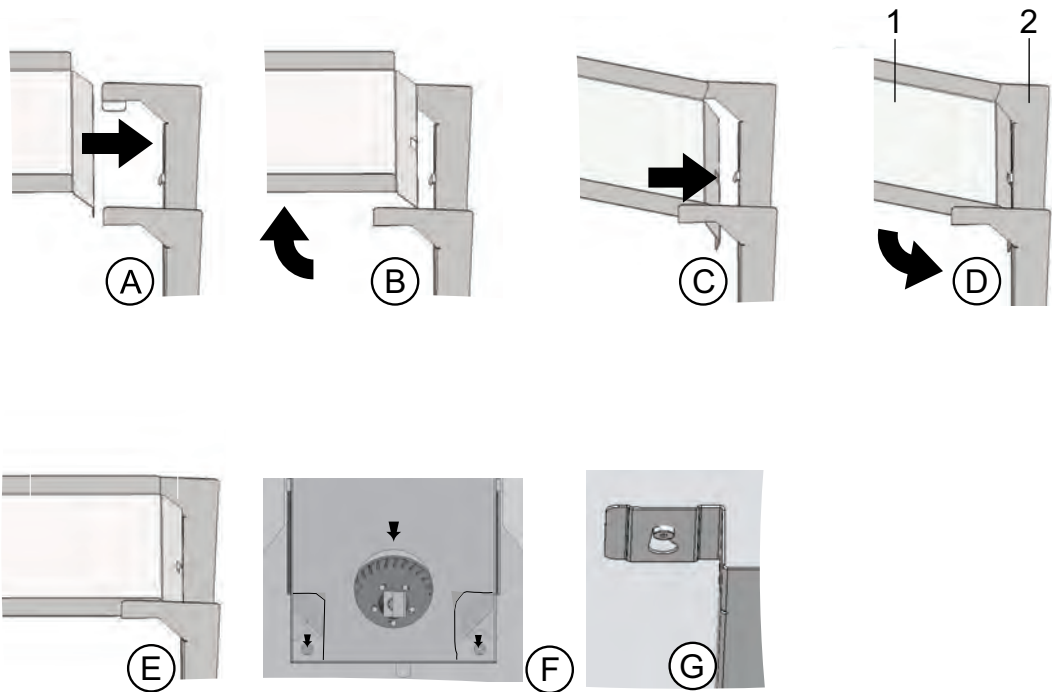

図 4-4. エアダクトの組立
1. ステップ A-E に従い、エアダクトの上部（図 4-4、1）を背面部（図 4-4、2）します。その際、のステップ C で、背面部の位置決めタブがベース部の対応する四角い穴にカチッとハマることを確認します。
2. 後部脚元のバー（図 4-4、2）を背面にある 2 本のスタッドボルトに置き、エアダクトを後方に傾けます。
3. 上部の側面にある鍵穴（図 4-4、G）をワークスペースの天井にある固定ネジに引っかけます。